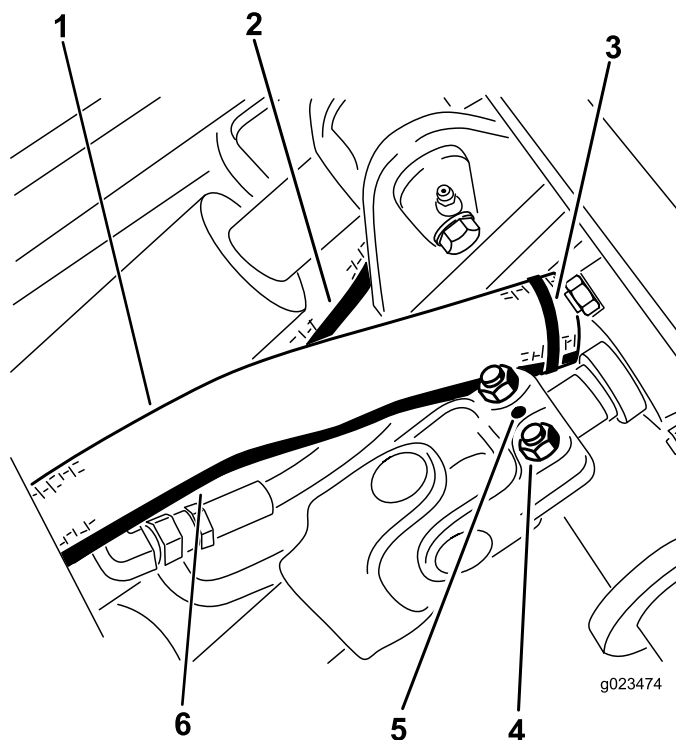

Figura 20
7. Instale el pasador cilíndrico (Figura 20).